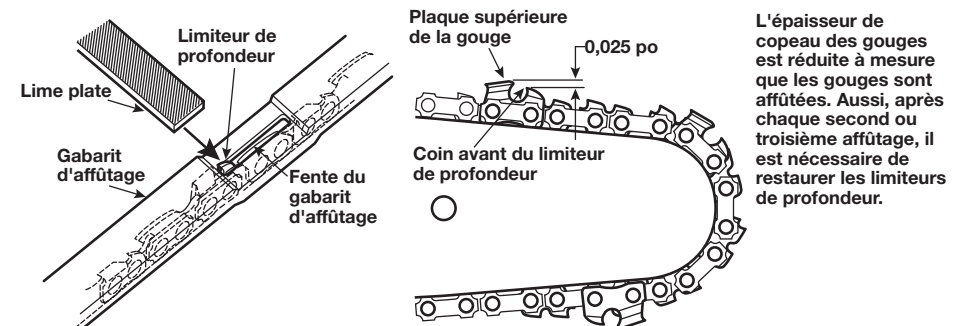

Fig. 21 Utilisation d'une lime plate pour restaurer l'épaisseur du copeau
1. Appliquez fermement le gabarit d'affûtage (0,025 po) sur le dessus de deux gorges. Assurez-vous que le limiteur de profondeur pénètre dans la fente à l'intérieur du gabarit d'affûtage (Fig. 21).
3. Retirez le gabarit d'affûtage. À l'aide d'une lime plate, arrondissez le coin avant du limiteur de profondeur de la gouge (Fig. 21)